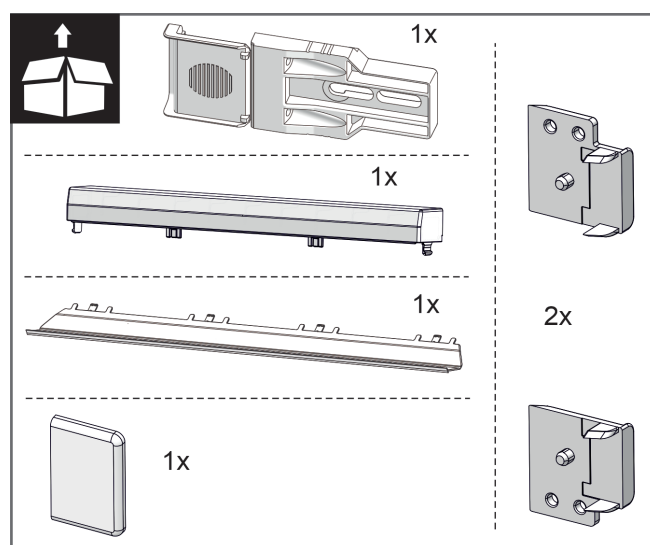
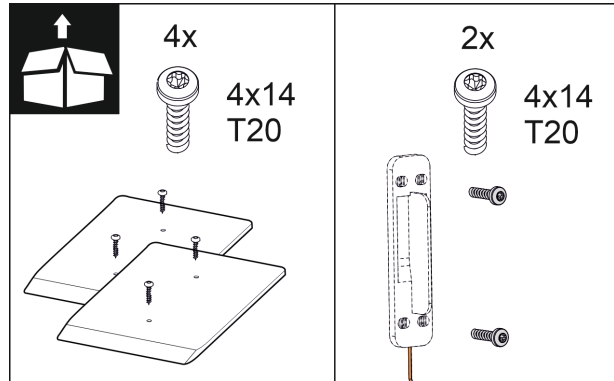

Fig. 10
Fig. 16
2. 检查附件包中的安装部件。 *Fig. 10()* 至 *Fig. 16()*
附件包中的安装部件 Fig. 10 () 至 Fig. 16 ()